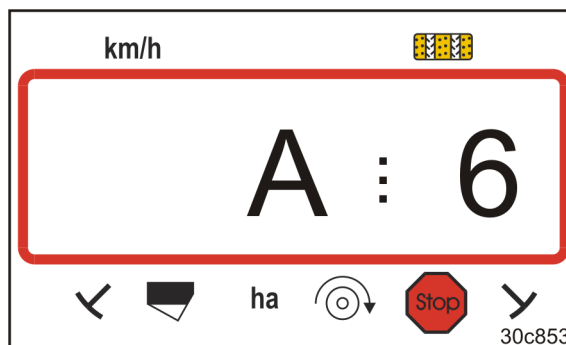

Рис. 32
- появляется индикация (Рис. 32);